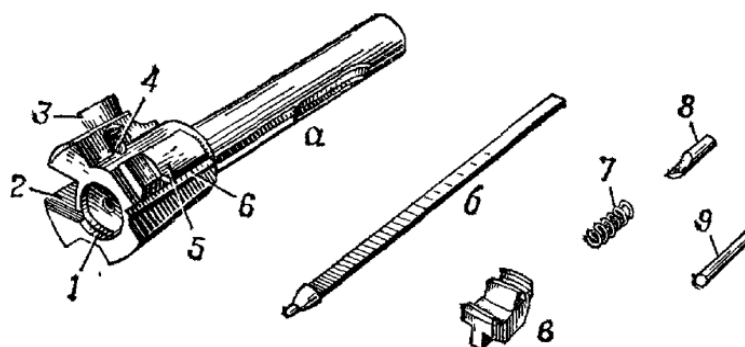

Рис. 38. Затвор:
18. Затвор (рис. 38) служит для досылания патрона в патронник, закрывания канала ствола, разбивания капсюля и извлечения из патронника гильзы (патрона). Он состоит из остова, ударника, выбрасывателя с пружиной и осью, шпильки.